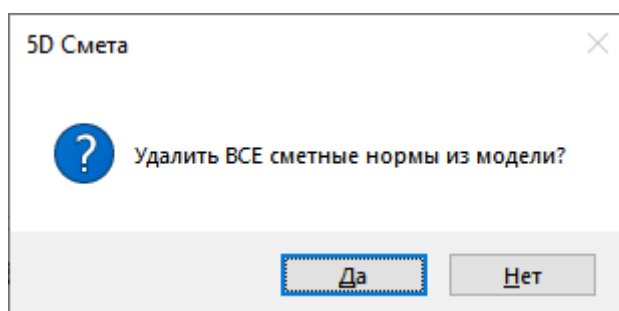

Рис. 46. Удаление всех норм
- не выбрано никаких элементов или ни одному из выбранных не назначены сметные нормы. В этом случае появляется окно запроса (рис. 46) следующего вида.